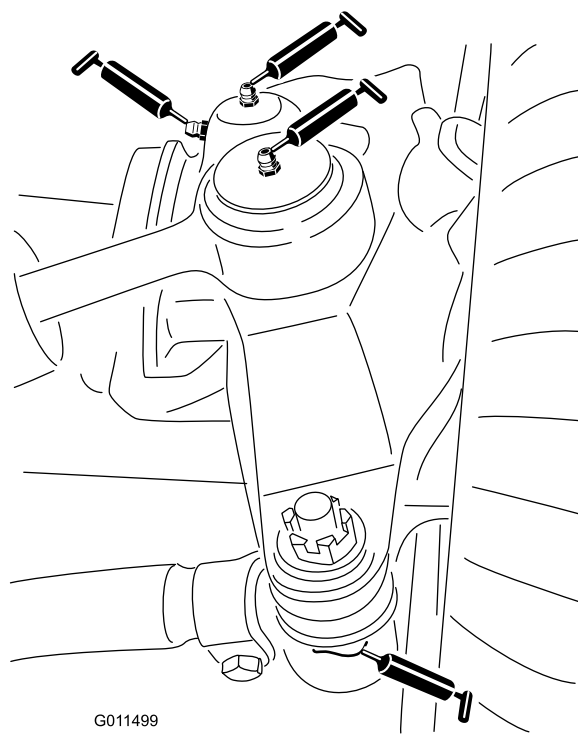

図 38
- ・ ステアリングシリンダのボールジョイント2ヶ所 図 38
- ・ タイロッドのボールジョイント2ヶ所 図 38
- ・ キングピンのブッシュ2ヶ所 (図 38).